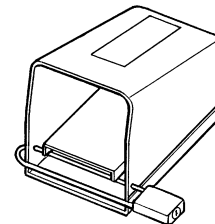

Figure 1 – Pédale de commande verrouillée
- Verrouillez la pédale de commande lorsque l'appareil ne sert pas (Figure 1). Cela évitera les risques de démarrage accidentel.